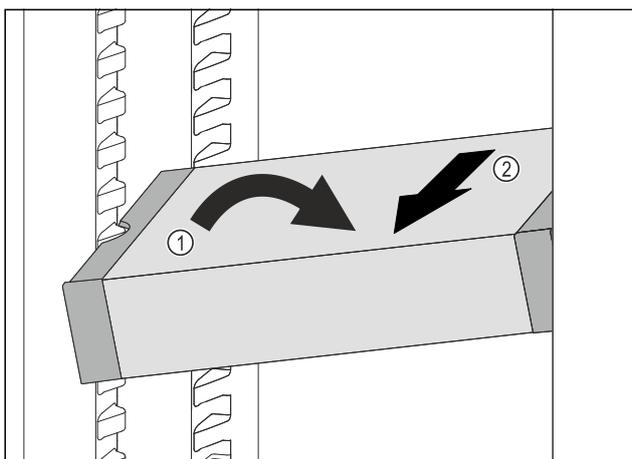

Fig. 98
- Impostare il vano frigorifero di VarioSafe ad angolo. Fig. 98 (1)
- Rimuovere VarioSafe tirando in avanti. Fig. 98 (2)